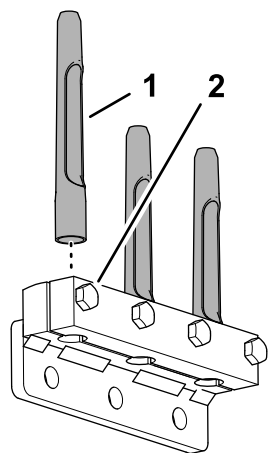

**Bild 40**
1. Befestigen Sie Tines-Klemme mit vier Schrauben ( $\frac{3}{8}$ " x  $1\frac{1}{2}$ " ) lose an jedem Tines-Halter (Bild 40). Ziehen Sie die Schrauben nicht fest.